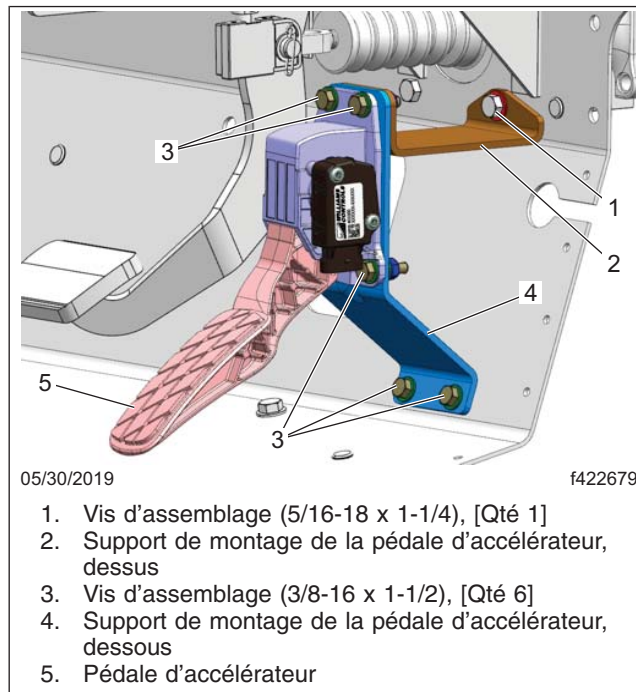

Fig. 1, Pédale d'accélérateur
8. Utilisez la boulonnerie neuve pour fixer l'ensemble de la pédale d'accélérateur, comme illustré à la figure 1.